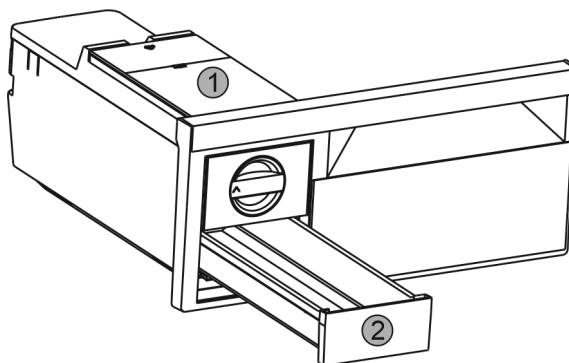

Fig. 62
- ▶ Watertank Fig. 62 (1) en ijsblokjeslade Fig. 62 (2) verwijderen.